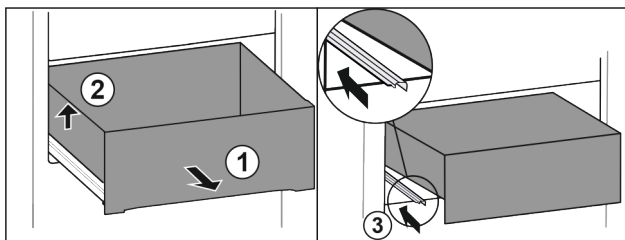

Fig. 15
- ▶ Vytiahnite zásuvku až na doraz. Fig. 15 (1)
- ▶ Nadvihnite zásuvku doľava. Fig. 15 (2)
- ▶ Zasuňte ľavú koľajničku. Fig. 15 (3)